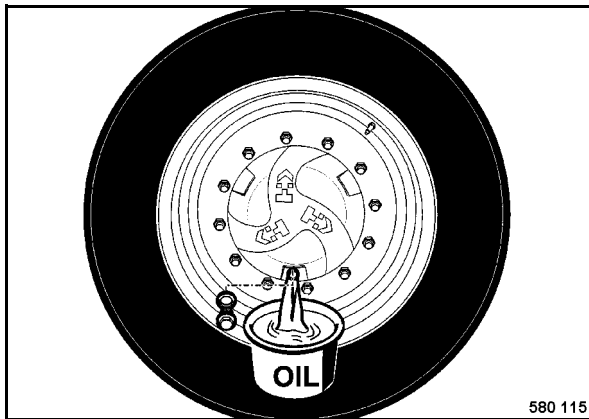

Fig. 153
- Colocar la rueda de accionamiento de forma que el tapón de cierre (Fig. 153) se encuentra en el punto más abajo.